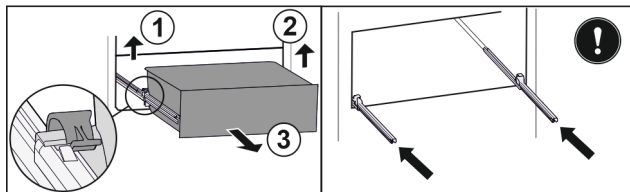

Fig. 46
- ▶ Podnieść lewy zacisk i wysunąć jednocześnie szufladę po lewej do przodu. Fig. 46 (1)
- ▶ Podnieść prawy zacisk i wysunąć jednocześnie szufladę po prawej do przodu. Fig. 46 (2)
- ▶ Wyjąć szufladę do przodu. Fig. 46 (3)